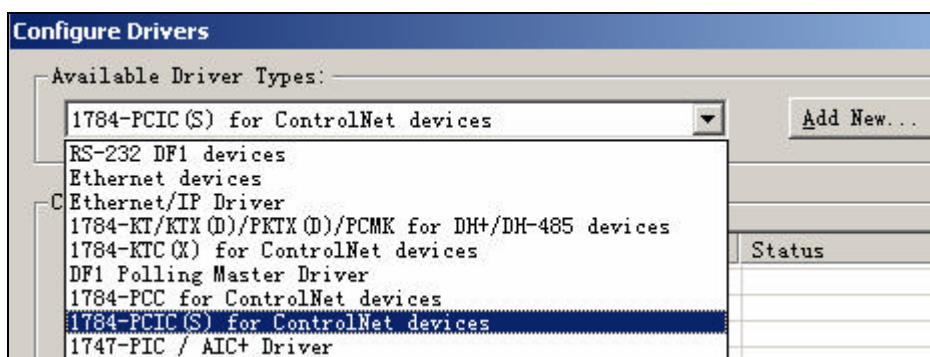

图 4-52 新建 ControlNet 驱动
2. 点击 Configure drives  图标，选择 ControlNet 的驱动，如图 4-52 所示。